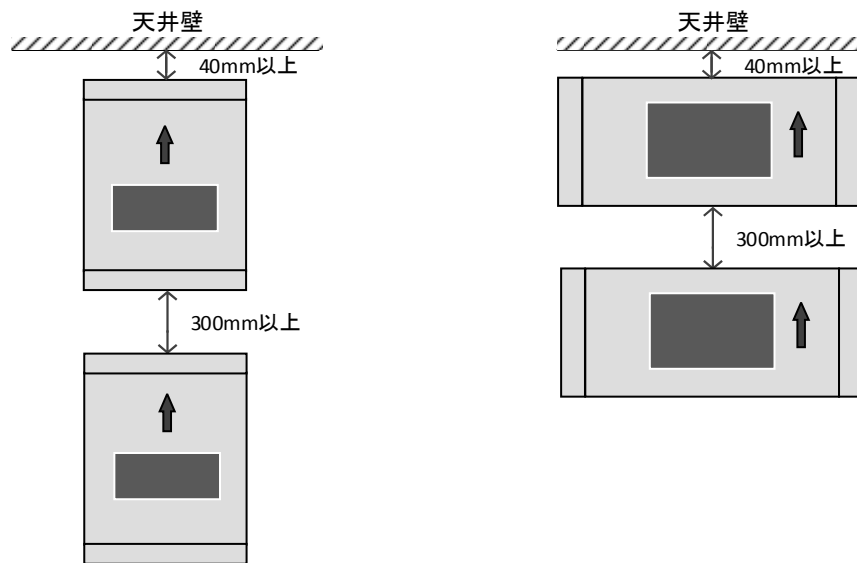

図 30. 電源部取付時の注意事項
- (1) 電源部は本体に表示されている矢印を上向きにして取り付けて下さい（図 30）。
- (2) 天井壁からは放熱のため 40mm 以上離して取り付けて下さい（図 30）。電源部の周囲に熱がこもることにより、電源部の周囲温度が 40°C を越え期待寿命（20 年以上）が短くなる可能性があります。
- (3) 電源部を矢印方向に重ねて配置しないで下さい。やむをえず重ねて配置する場合は、300mm 以上離して配置して下さい（図 30）。電源部の周囲に熱がこもることにより、電源部の周囲温度が 40°C を越え期待寿命（20 年以上）が短くなる可能性があります。
- (4) 故障選択装置は振動が少なく、操作性の良いところに取り付けて下さい。